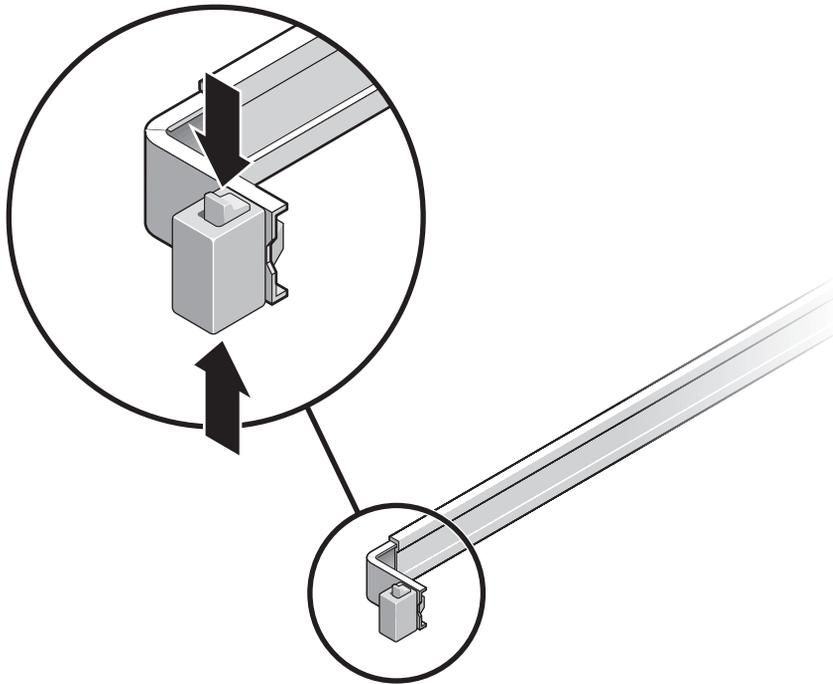

FIGURE 2-1 Déblocage de l'assemblage du rail coulissant
- a. Appuyez simultanément sur les boutons de verrouillage supérieur et inférieur du verrou du rail coulissant et maintenez-les enfoncés (voir FIGURE 2-1).